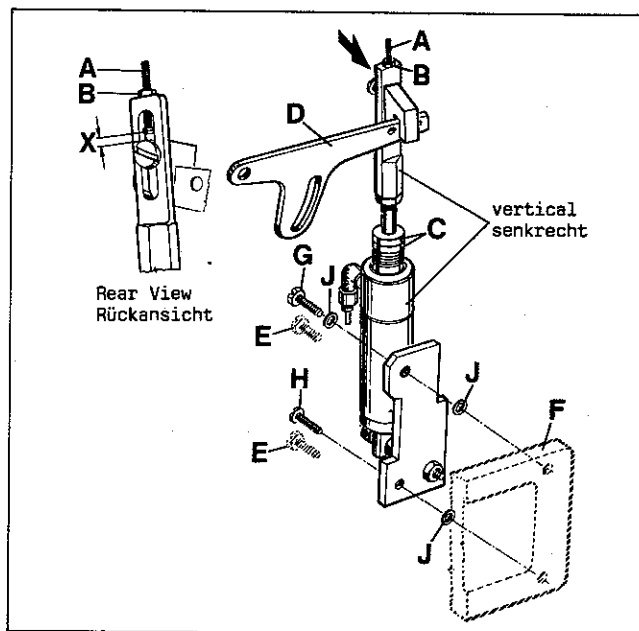

Fig.46
Assemble the pneumatic presser foot lifter, supplied with the sewing table, to the sewing machine (see Fig. 46). For this remove two hex. head screws (E) from the support bracket (F) for the thread trimmer drive. Mount the presser foot lifter with the two screws (G and H, Fig. 46) and three washers (J) so that the air cylinder with strap is vertical (standard setting). Complete the tube connections, see Fig. 3.
Bauen Sie den mit dem Nähstisch gelieferten pneumatischen Drückfußlifter an die Nähmaschine (siehe Fig. 46). Dazu müssen zwei Sechskantschrauben (E) aus dem Lagerbock (F) für den Fadenabschneider-Antrieb entfernt werden.
Montieren Sie den Drückfußlifter mit den zwei Schrauben (G und H, Fig. 46) und den drei Scheiben (J) so, daß der Luftzylinder mit Lasche senkrecht steht (Standardeinstellung). Stellen Sie die Schlauchverbindungen her, siehe Fig. 3.
With adjusting screw (A, Fig. 46) the presser foot lifting can be changed. Loosen lock nut (B) and turn adjusting screw (A) down to increase the presser foot lifting or up to decrease it. Retighten lock nut (B).
The end play (X, Fig. 46) of presser foot lifter lever (D) should be at least 1 mm (3/64 in.) before the presser foot starts lifting.
Mit der Einstellschraube (A, Fig. 46) kann das Anheben des Drückerfußes verändert werden. Lösen Sie die Feststellmutter (B) und drehen Sie die Einstellschraube (A) nach unten um das Anheben des Drückerfußes zu vergrößern oder nach oben, um es zu verkleinern. Ziehen Sie die Feststellmutter (B) wieder an. Der Ausbau eines oder beider Anschlagringe (C) ist erforderlich, wenn der Drückerfuß mehr als 2 mm angehoben wird. Das Spiel (X, Fig. 46) des Drückerfußlifterhebels (D) muß mindestens 1 mm betragen bevor der Drückerfuß anzuheben beginnt.